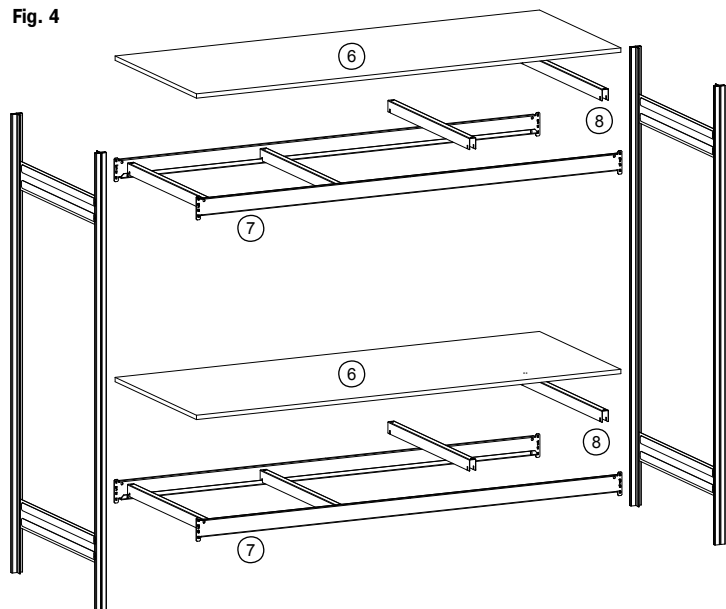

Fig. 5
(P) Colocar duas armações de apoio na distância entre as travessas. Engatar as travessas do compartimento grande aos pares e fixar com os pernos de fixação (fig. 5).